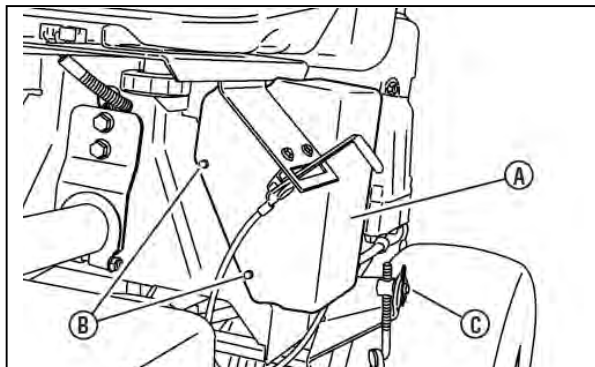

図 1-16
- A. バッテリーカバー(図1-16のA)を外して2つのラチェットファスナーから外します。
- E. バッテリーカバー(図1-16のA)を取り付けます。